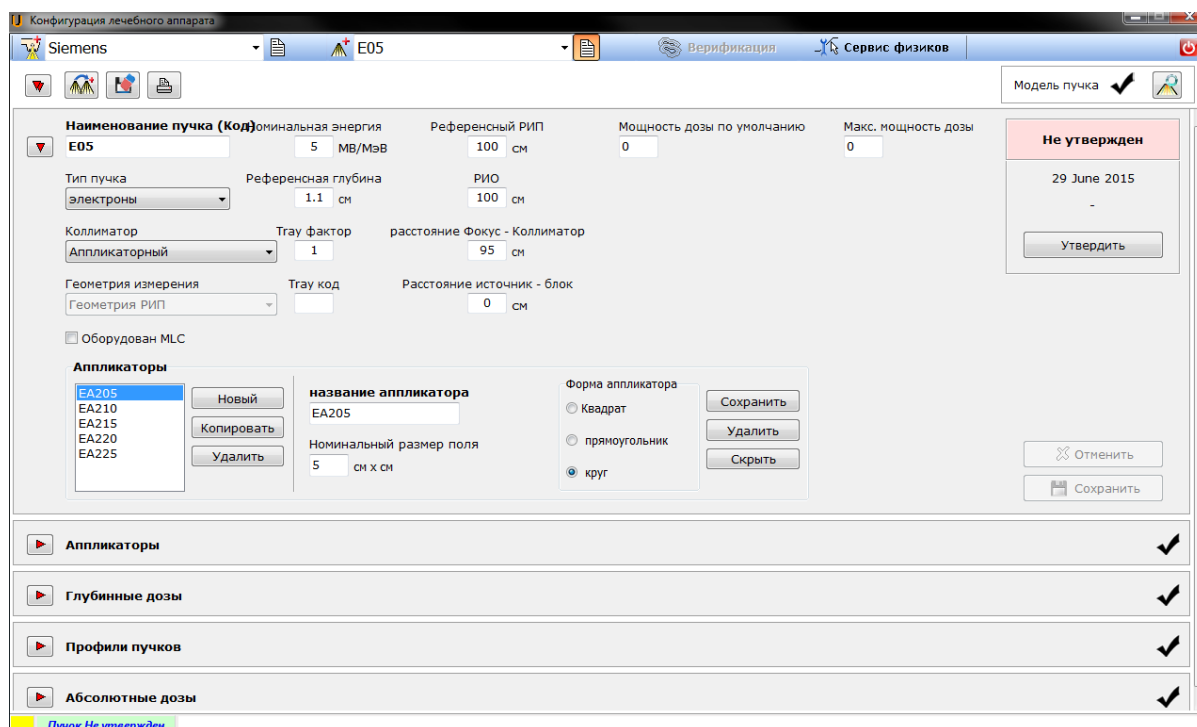

Рис. 35 Конфигурация электронного пучка
3. Дополните Наименование пучка, выберите тип излучения *электроны*, тип коллиматора, геометрию измерения и другие требуемые данные. (см. Рис. 35)